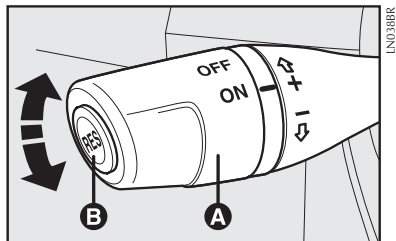

fig. 67
COMANDOS - fig. 67
O piloto automático é comandado pela alavanca **A**-fig. 67.
1) Apertando o pedal do acelerador e em seguida memorizando a nova velocidade atingida (posicionando a alavanca **A-fig. 67** para cima (+) por pelo menos três segundos);